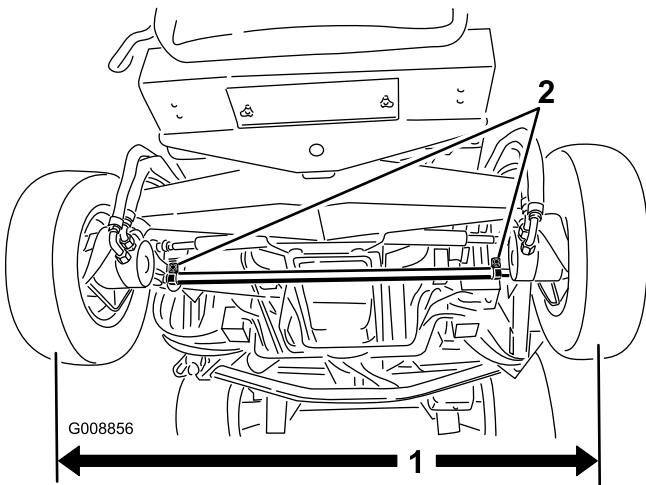

Bild 76
1. Messen Sie den Abstand vorne und hinten an den Lenkreifen Mitte-zu-Mitte (auf Achshöhe). Bild 76 Der vordere Wert darf höchstens um 3 mm geringer sein als der hintere.
2. Lockern Sie zum Einstellen der Vorspur die Klemmen an beiden Enden der Spurstangen (Bild 76).